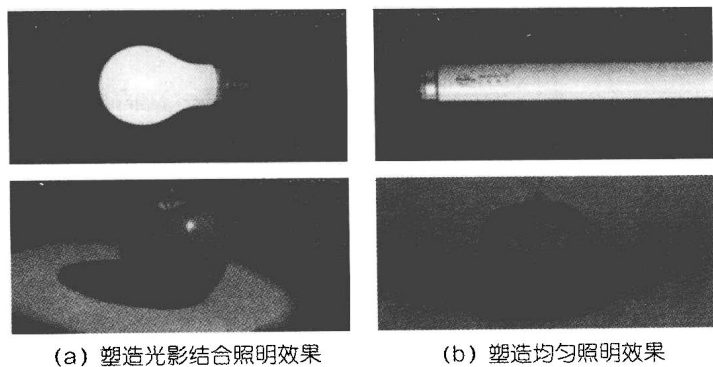

图 1-2 不同光源形成的不同的照射效果
- (1) 通过不同的光源指向性和扩散性形成不同的照射效果，如图1-2所示。